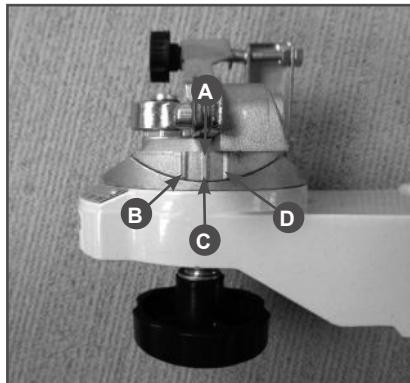

Рис. 14 Поворотный суппорт (вид справа)
- Если для данной пильной цепи угол поперечного наклона для заточки составляет 10° , угол поперечного наклона устанавливается поворотом подвижной части суппорта на его основании (Рис. 14).